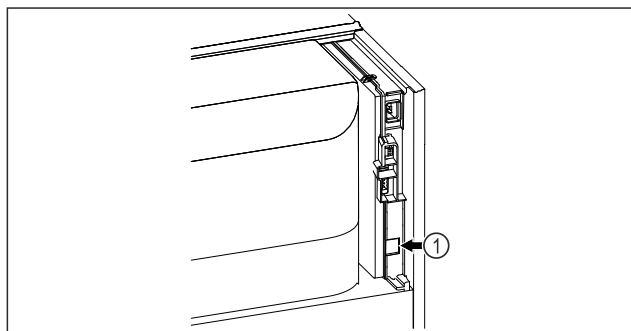

Fig. 92
- SmartModule Fig. 92 (1) is geplaatst.